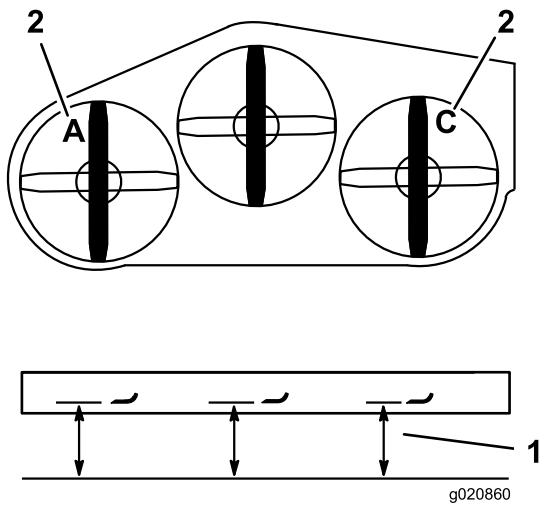

Figura 84
- Mida la cuchilla izquierda en la posición **A** desde una superficie nivelada hasta el filo de corte de la punta de la cuchilla, y anote esta medida (Figura 84).
- Mida la cuchilla derecha en la posición **C** desde una superficie nivelada hasta el filo de corte de la punta de la cuchilla, y anote esta medida (Figura 84).
- Ajuste los pernos de ajuste en las horquillas, en las posiciones **A** y **C**, para obtener la altura correcta (Figura 84).
3. Mida la cuchilla derecha en la posición **C**, desde una superficie nivelada hasta el filo de corte de la punta de la cuchilla, y anote esta medida (Figura 84).